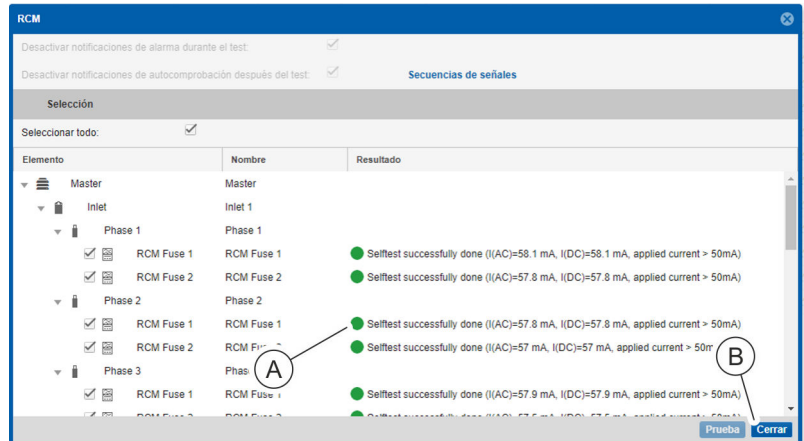

Fig. 108: Ventana "RCM"
7. Verificación del resultado de la autocomprobación de RCM (Fig. 108/A).
8. Cierre la ventana "RCM" con el botón "Cerrar" (Fig. 108/B).